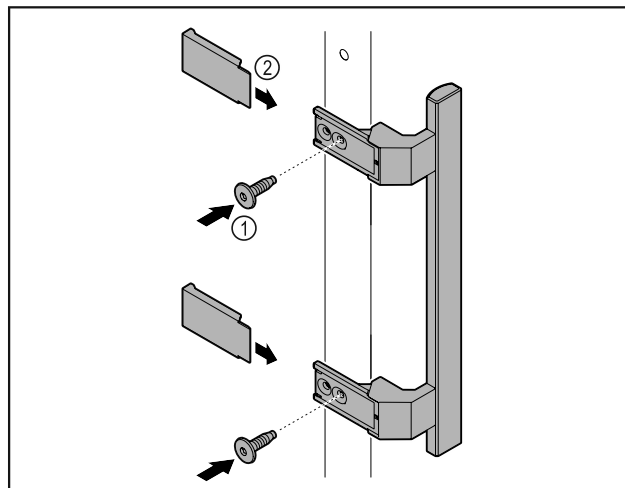

Fig. 7
- ▶ Meegeleverde greep met de meegeleverde schroeven Fig. 7 (1) op de deur aanbrengen.
- ▶ Afdekplaatje Fig. 7 (2) plaatsen.